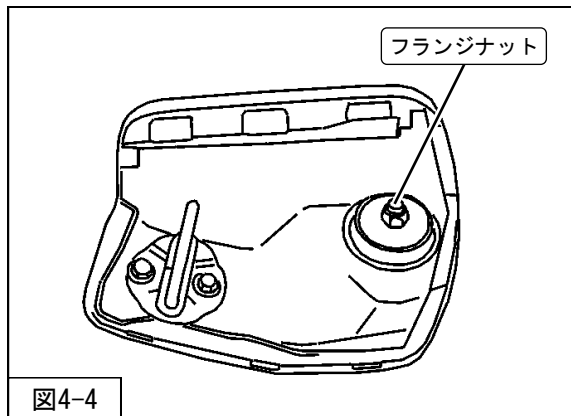

図4-4
7. P6「サスペンションASSY構成図」を参考に、アップアマウンティングラバー（純正部品）プレートをリアショックアブソーバASSY（同梱品）に組付け、フランジナット（締付トルク：29N・m）を使用して、リアショックアブソーバASSY（同梱品）を車両に取付けてください。（図4-4）